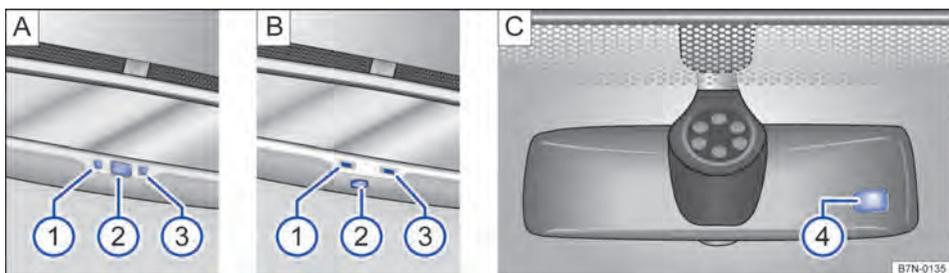

Fig. 89 No para-brisa: espelho retrovisor interno com antiofuscante automático.
Legenda para Fig. 89:
- Um sensor apontando para o interior do veículo, que mede a incidência de luz desde *atrás* ③ **A** ou **B**.
- Um sensor no lado que indica para o para-brisa, que mede a incidência de luz pela *frente* ⇒ Fig. 89 **C** ④.